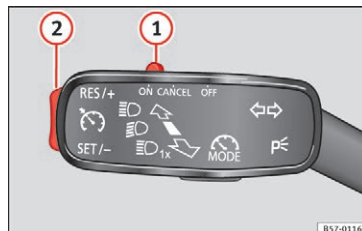

Fig. 47 På venstre side af ratstammen: kontakter og betjeningslementer til fartpiloten
- Aktivering af fartpilot: Skub kontakten »» Fig. 47 ① til positionen **ON**. Systemet er
- Brug af fartpilot: Tryk på knappen »» Fig. 47 ② i området **SET/-**. Den aktuelle hastighed gemmes, og systemet regulerer.
- Midlertidig deaktivering af fartpilots regulering: Tryk kontakten »» Fig. 47 ① til positionen **CANCEL**, eller trød på bremsen. Reguleringen deaktiveres midlertidigt.
- Genoptagelse af fartpilots regulering: Tryk knappen »» Fig. 47 ② mod **RES/+**. Den gemte hastighed gemmes og indstilles på ny.
- Forøgelse af gemt hastighed, mens fartpiloten regulerer: Tryk knappen ② mod **RES/+**. Bilen accelererer, indtil den nye, gemte hastighed er nået.
- Reducering af gemt hastighed, mens fartpiloten regulerer: Tryk knappen ② mod **SET/-** for at reducere hastigheden i trin a 1 km/h (1 mph). Hastigheden bliver reduceret, indtil den nye gemte hastighed nås.
- Deaktivering af fartpilot: Skub kontakten »» Fig. 47 ① til positionen **OFF**. Systemet bliver deaktiveret, og den gemte hastighed bliver slettet.